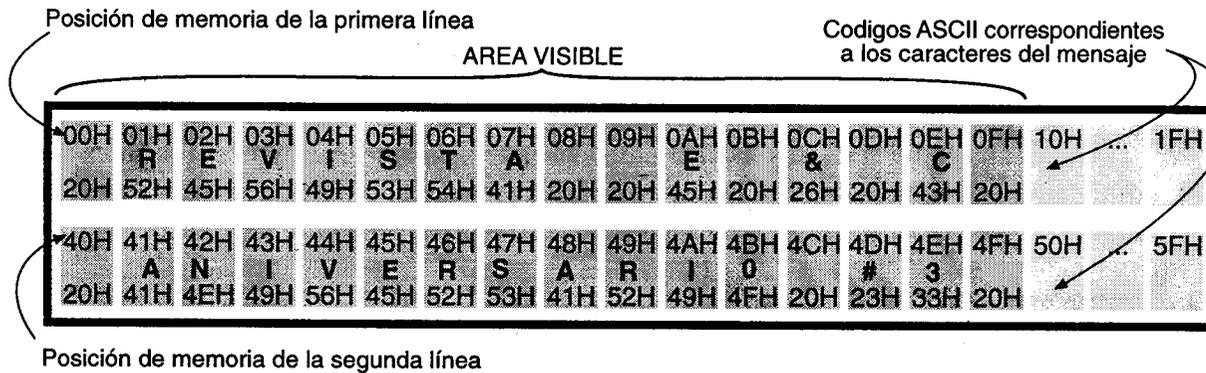

Figura 2.29. Mapa de memoria del módulo LCD
- Los caracteres que se envían al display se almacenan en la memoria RAM del módulo. Existen posiciones de memoria RAM, cuyos datos son visibles en la pantalla y otras que no son visibles, estas últimas se pueden utilizar para guardar caracteres que luego se desplazan hacia la parte visible. En la figura 2.29 se muestran las direcciones de memoria visibles y no visibles, que conforman las dos líneas de caracteres del módulo.